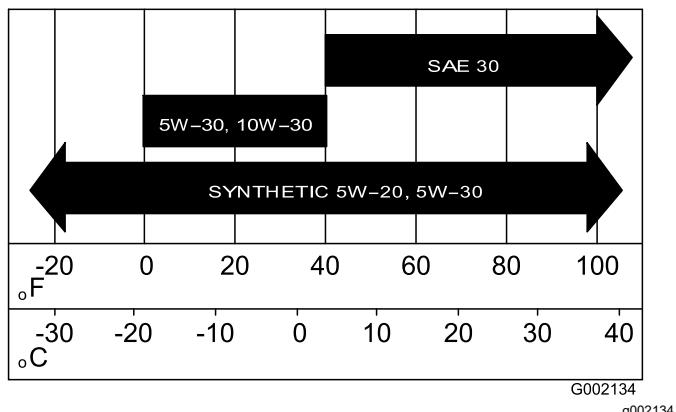

Figura 32
5. Encha o cárter com o óleo especificado (Figura 32).